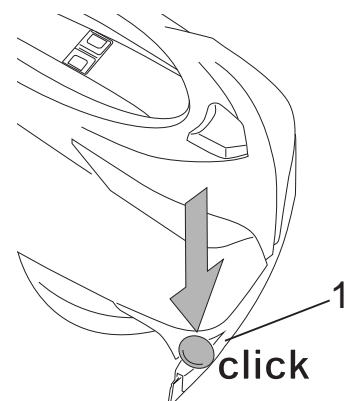

Fig.2B
- Montieren Sie das Rad zum Aufprallschutz (Abb.2B, Pkt.1).